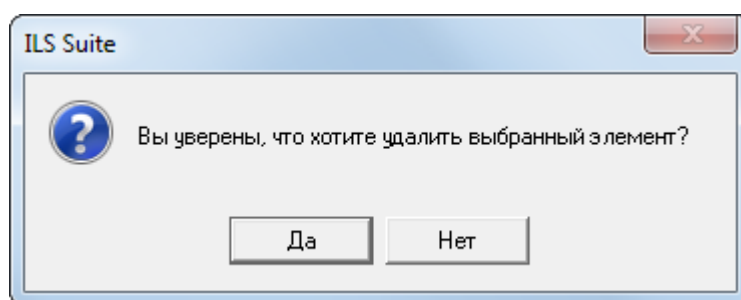

Рис. 7-46 – Информационное сообщение
7) Для удаления выбранного параметра из запроса выделить его в таблице и нажать кнопку «Удалить параметр». В открывшемся диалоговом окне нажать кнопку «Да» для подтверждения действия (рис. 7-46).